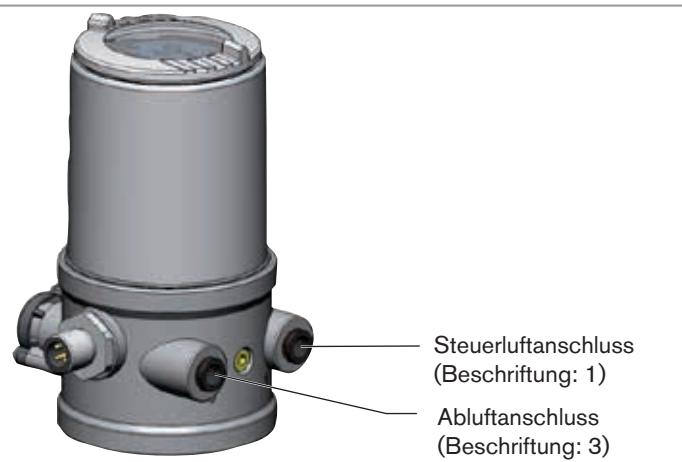

Bild 10: Pneumatischer Anschluss
- Das Steuermedium an den Steuerluftanschluss (1) anschließen (3 ... 7 bar; Instrumentenluft, ölf-, wasser- und staubfrei).
- Die Abluftleitung oder einen Schalldämpfer an den Abluftanschluss (3) montieren (siehe „Bild 10: Pneumatischer Anschluss“).